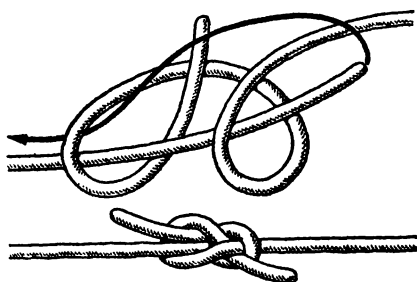

Рис. 36. «Разносторонний» узел
**«Разносторонний» узел** (рис. 36). Этот узел сродни ткацкому по своему принципу. Разница лишь в том, что в завязанном узле ходовые концы смотрят в разные стороны — это очень важно при связывании нитей пряжи. Ни по простоте, ни по прочности он не уступает ткацкому узлу и так же быстро завязывается. Этот узел знаменит также тем, что на его основе можно завязать «король узлов» — беседочный узел (см. рис. 76).